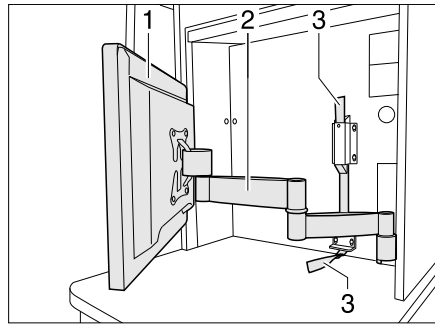

Bild 60 Flachbildschirm mit Gelenkarm
- Am Textilband (Bild 60,3) ziehen, um den Gelenkarm (Bild 60,2) zu entriegeln.
- Flachbildschirm (Bild 60,1) in die gewünschte Position schwenken.